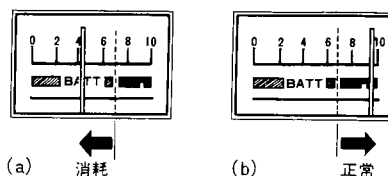

図4 電圧のチェック
- ① SQUELCHツマミを反時計方向に回し切って“BATT”の位置にします。
- ② 電源スイッチ(POWER/VOL)を、時計方向へ廻しONにします。
- ③ メーターが図4(a)の場合は、電池が消耗していますので、交換するかまたはニッカド電池の場合は充電を行なってください(充電方法は7ページを参照してください)。